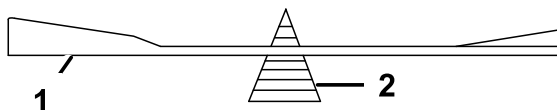

Figure 66
2. Vérifiez l'équilibre de la lame en la plaçant sur un équilibreur (Figure 66).
Remarque: Si la lame est déséquilibrée, limez un peu l'extrémité de l'ailette seulement (Figure 66).